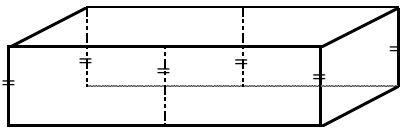

図1 材厚の測定位置
4. 材厚は、測定した 6 箇所値の平均値である(図 1)。材厚は圧密処理直後から 10 日毎に 70 日後までと 100 日後に測定した。